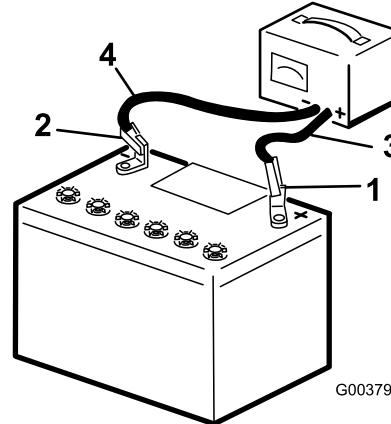

Bild 64
3. Schließen Sie das Plus-Batterieladegerätakabel am Pluspol der Batterie an (Bild 64).
4. Schließen Sie das Minus-Batterieladegerätakabel am Minuspol der Batterie an (Bild 64).
6. Wenn die Batterie ganz aufgeladen ist, ziehen Sie den Stecker des Ladegeräts aus der Stromquelle. Klemmen Sie dann die Klemmen des Ladegeräts von den Batteriepolen ab (Bild 64).